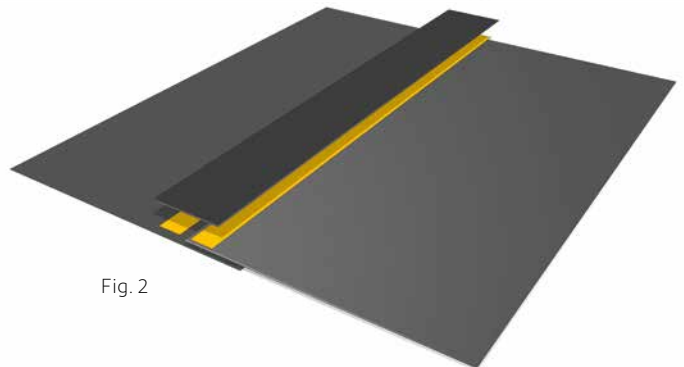

Fig. 2
4. Appliquez le ruban adhésif Plantex® Performance Tape sur les deux côtés du joint (Fig. 2).
5. Appliquez le tronçon de 30 cm centré sur les deux bandes (Fig. 2).